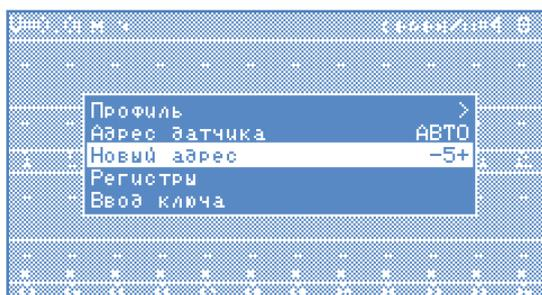

Рисунок 28
10. Кнопками «Вверх» и «Вниз» выбрать пункт «Адрес датчика» и кнопками «Плюс» и «Минус» задать текущий программный адрес подключенного датчика (см. «Рисунок 28») или выбрать «АВТО», если адрес неизвестен.
11. Кнопками «Вверх» и «Вниз» выбрать пункт «Новый адрес» и кнопками «Плюс» и «Минус» задать новый программный адрес (см. «Рисунок 28»). После этого нажать кнопку «Меню». В результате удачного переименования на экран будет выведено сообщение – «Выполнено».